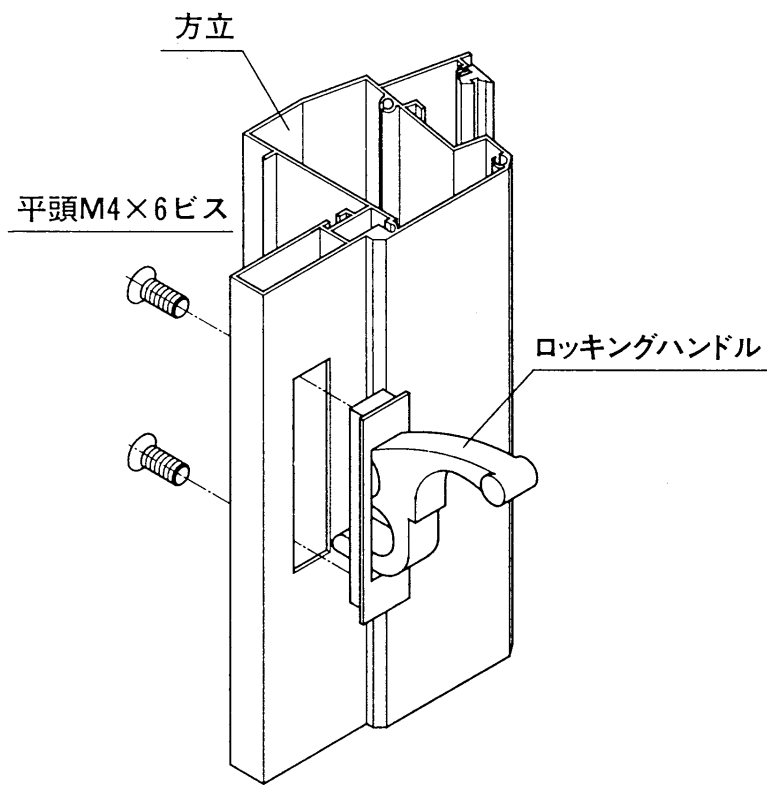

図1
1. ロッキングハンドルは図1の様に方立の切欠きに挿入して添付のビス（平頭M4×6）で固定します。